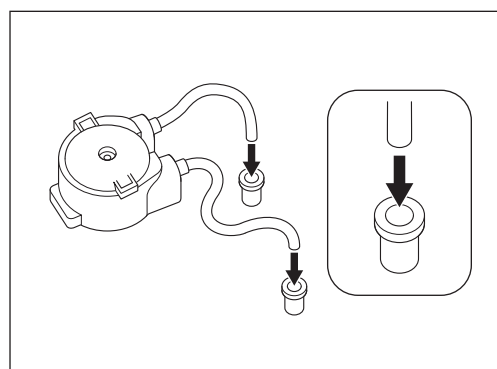

Fig. 53
- 6) Monte los anillos de conexión en los tubos de irrigación del nuevo conjunto de bomba de irrigación (opcional). Asegúrese de que el anillo esté orientado correctamente (Fig. 53).